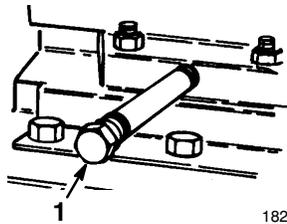

Abbildung 22
2. Den Bereich um die Ölablaßschraube reinigen (Abb. 22).
3. Den Ölauffangbehälter unter die Abblaßstutzenverlängerung schieben. Ölablaßschraube entfernen (Abb. 22).